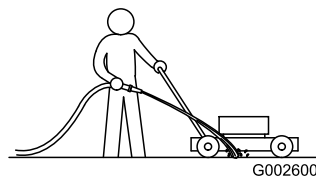

Figura 48
1. Collocate il tosaserba su una superficie piana pavimentata, con il motore acceso, e spruzzate un getto d'acqua davanti alla ruota **destra** posteriore (Figura 48).